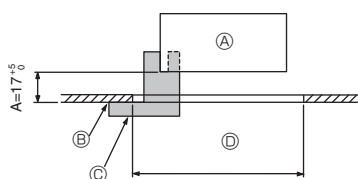
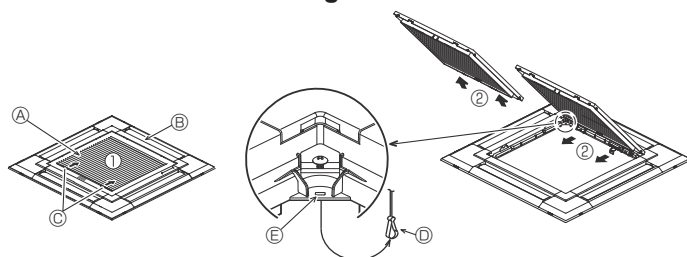
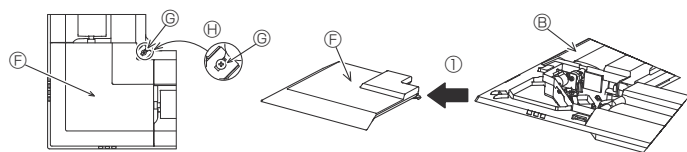

Fig. 9-2
Fig. 9-3
Fig. 9-4
①	Grille	1	950 × 950 (mm)
②	Modello per l'installazione	1	(Diviso in 4 parti)
③	Vite (4 × 16)	1	Per PLP-6EAE, PLP-6EALME2
④	Pannello angolare i-see sensor	1	Per PLP-6EAE, PLP-6EALME2
⑤	Telecomando senza fili	1	Per PLP-6EALME2
⑥	Supporto del telecomando	1	Incluso se è in dotazione il telecomando wireless. *
⑦	Batterie AA LR6	2	Incluso se è in dotazione il telecomando wireless. *
⑧	Viti autofilettanti da 3,5 × 16	2	Incluso se è in dotazione il telecomando wireless. *
9.2. Preparazione dell'attacco della griglia (Fig. 9-2)
• Utilizzando il modello ② fornito con questo kit, regolare e controllare la posizione dell'unità principale rispetto alla superficie del soffitto. Se l'unità principale non è posizionata correttamente rispetto alla superficie del soffitto, potrebbero derivarne perdite d'aria o la formazione di condensa.
- Ⓒ Modello per l'installazione ② (inserito nell'unità principale)
9.2.1. Rimozione della griglia di ingresso (Fig. 9-3)
• Far scorrere le leve nella direzione indicata dalla freccia ① per aprire la griglia di ingresso stessa.
• Con la griglia di ingresso in posizione "aperta", rimuovere la cerniera della griglia stessa, come indicato dalla freccia ②.
9.2.2. Rimozione del pannello angolare (Fig. 9-4)
• Allentare le 4 viti nell'angolo. Far scorrere il pannello angolare nella direzione della freccia ① in figura e rimuovere il pannello.
[Fig. 9-3] [Fig. 9-4]